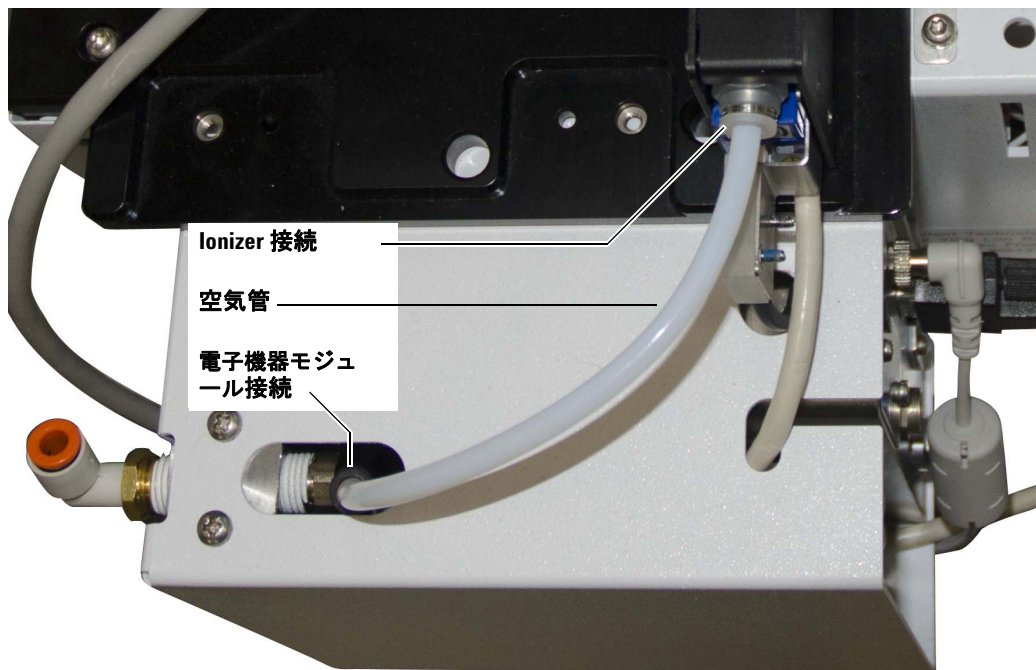

図 62 空気管の接続
- 1 空気管を Ionizer ユニット上の開口部に挿入し (図 62)、押し込みます。空気管が定位置にロックされます。
- 2 空気管のもう一方の端を電子機器モジュール上のノズルに挿入し (図 62)、押し込みます。空気管が定位置にロックされます。